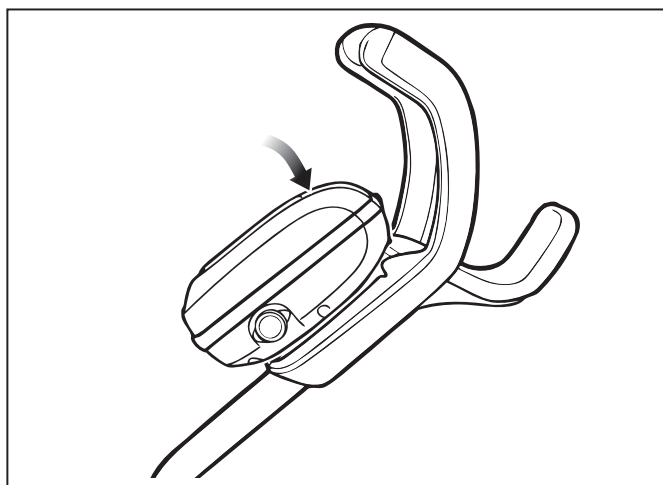

Figure 2. Fixer le boîtier de commande au chariot
2. Appuyer sur le boîtier de commande sur le crochet du chariot jusqu'à ce qu'il s'enclenche et se verrouille en position (Figure 2).